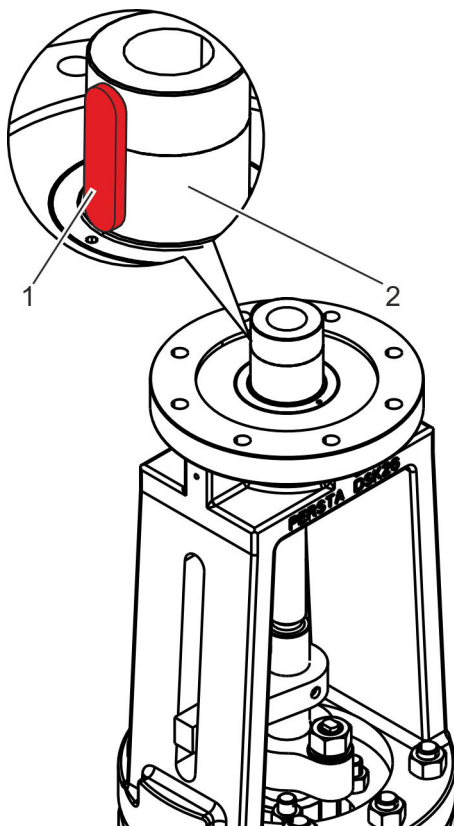

Abb. 32: Passfeder entfernen
4. ➔ Passfeder (Abb. 32/1) aus der Passfedernut der Nabe (Abb. 32/2) entfernen.
6. ➔ Passfeder (Abb. 32/1) in die Passfedernut an der Nabe (Abb. 32/2) einsetzen.